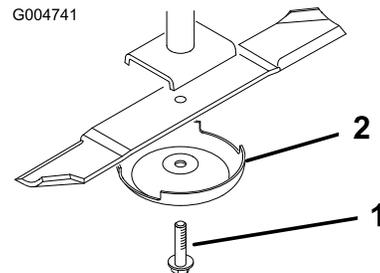

Figure 138
4. Tenez la lame par son extrémité avec un chiffon ou un gant épais et enlevez le boulon, la coupelle de protection et la lame de l'axe de pivot (Figure 138).